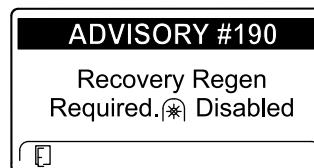

Figura 41
- Recovery regen required (Es necesaria una regeneración de recuperación) ADVISORY #190 (Aviso n.º 190) (Figura 41)